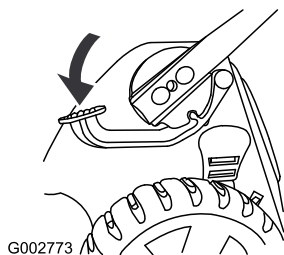

Figura 50
1. Pise el pedal y manténgalo pisado (Figura 50).